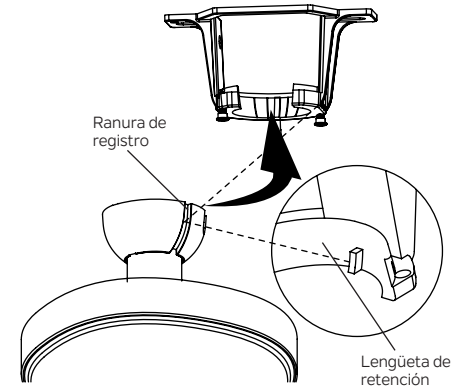

Figura 10
**Paso 6.** Ahora levante el conjunto del motor a su posición y coloque la bola de suspensión en el soporte de montaje. Gire hasta que la lengüeta de retención haya caído en la ranura de registro y se asiente firmemente. (Figura 10) Todo el cuerpo del motor no debe girar si se hace correctamente.